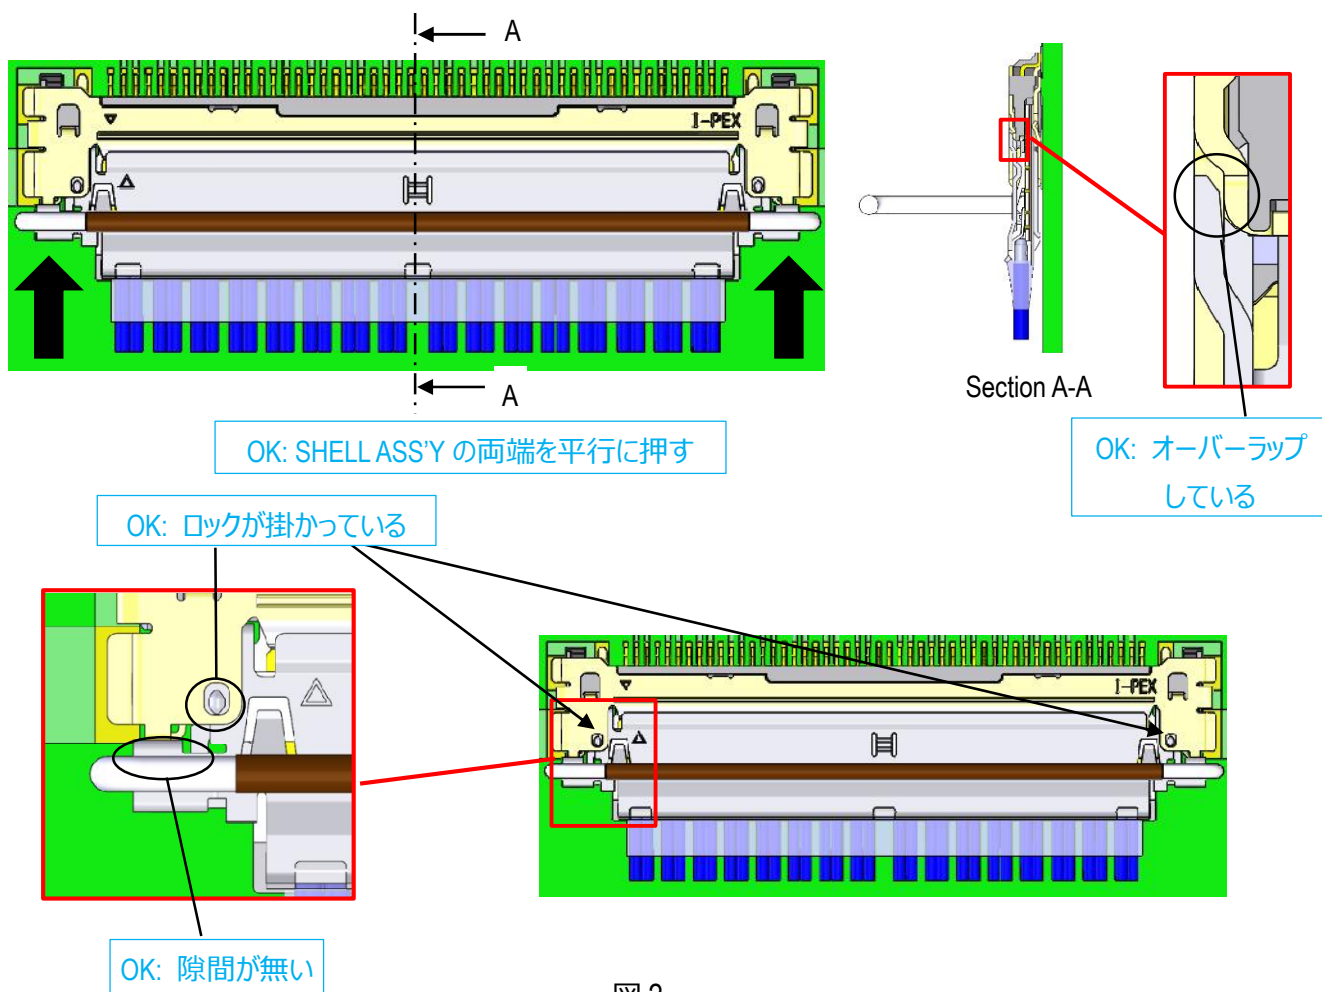

図. 2
2. 図 2 の様に、SHELL ASS'Y の両端を平行にロックが掛かるまで押す。